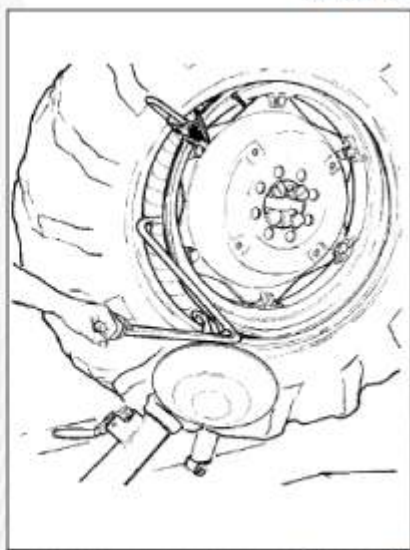

Рисунок 28
23) Полностью поворачивайте зажимное устройство по часовой стрелке до тех пор, пока вы не сможете вставить рычаг отжимного ролика на его место в съемном рычаге (см. рис. 28). Этот рычаг поставляется по просьбе заказчика.